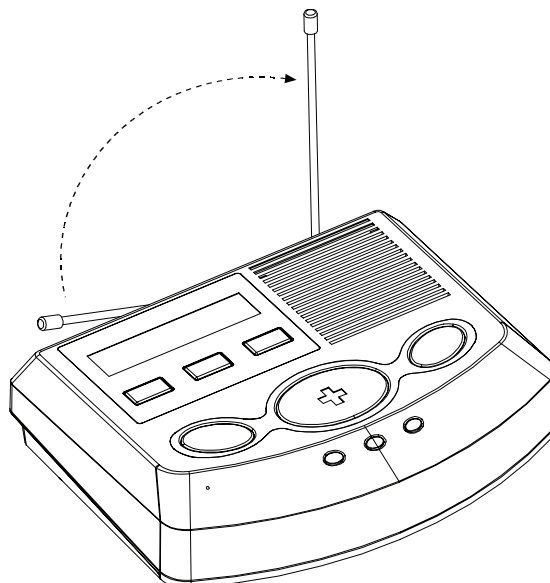

Figura 3 – Consola com Antena na posição vertical
Passo 2 - Posicionar a Antena da Consola (Figura 3)